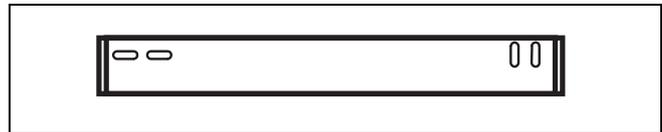

Abb. 2 Montagebügel
- Entsprechend der Lage der Aufhängebohrungen des Montagebügels Dübel setzen und Montagebügel befestigen (Abb. 2).